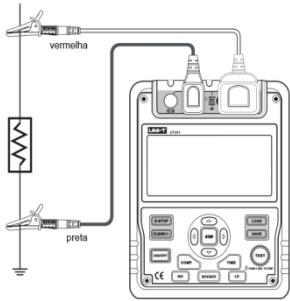

Figura 6
C. Medição de baixa resistência (figura 6)
Para medir baixa resistência, ligue o medidor como indicado na figura 6 e proceda da seguinte forma: